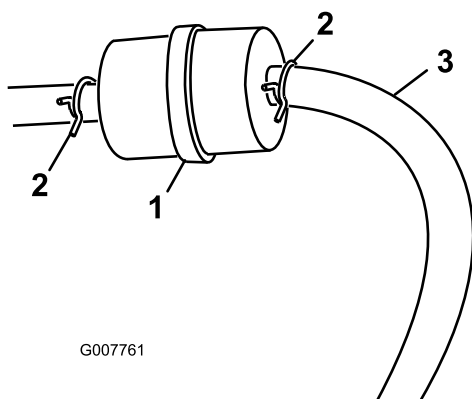

Figura 21
3. Premete le estremità delle fascette stringitubo ed allontanatele dal filtro (Figura 21).
5. Montate un nuovo filtro ed avvicinate le fascette stringitubo al filtro (Figura 21).
3. Allentate la fascetta stringitubo e spostatela in alto sul tubo del carburante, lontano dal filtro del carburante (Figura 21).
4. Scollegate il tubo del carburante dal filtro del carburante (Figura 21).
Nota: Lasciate spurgare la benzina in una tanica apposita o in una bacinella (Figura 21).
5. Collegate il tubo del carburante al filtro del carburante. Infilate la fascetta vicino al filtro del carburante, per fissare il tubo del carburante (Figura 21).